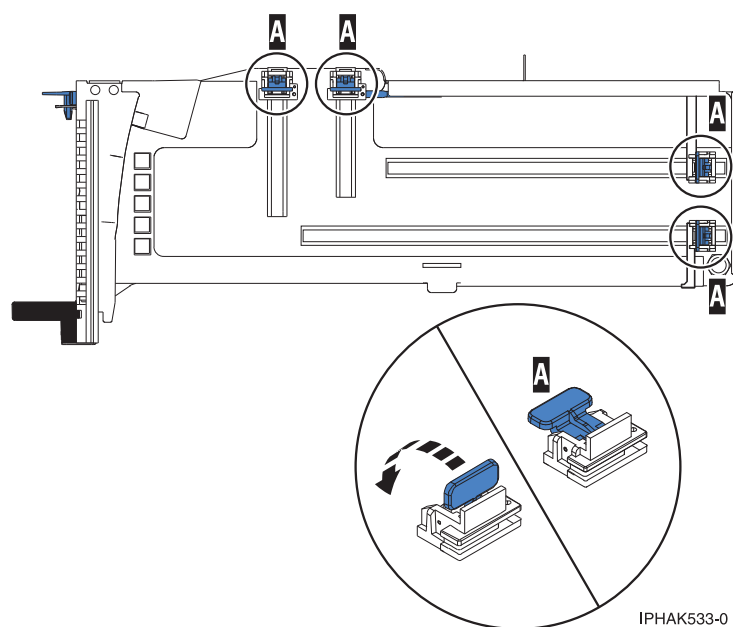

図 52. カセット内のアダプター保持器具
- a. アダプターを収容できるように、すべてのアダプター保持器具がカセットの端に押し出されていることを確認します。 図 52を参照してください。